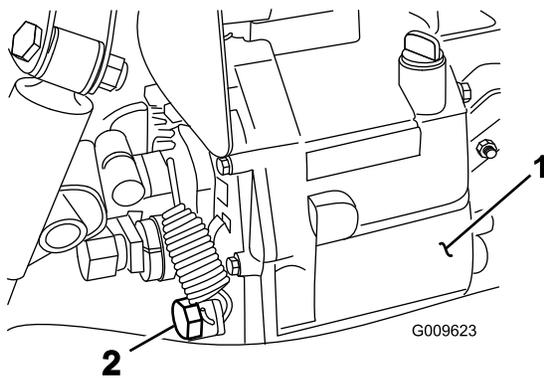

図 67
4. 油圧オイルタンクの側面にあるドレンバルブをゆるめ、流れ出すオイルを容器に受ける(図 67)。